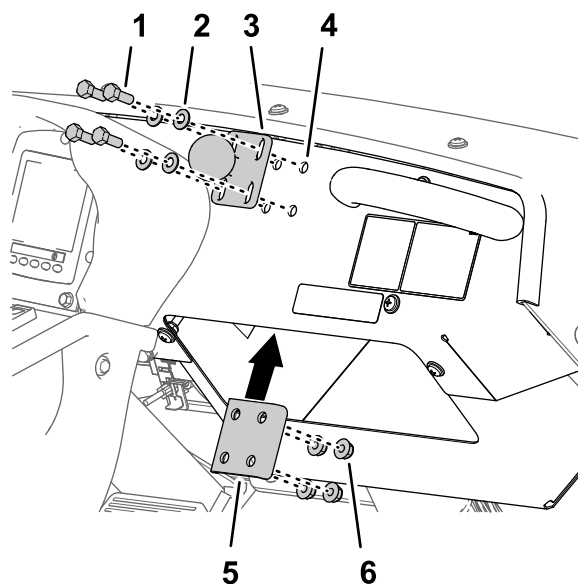

図 130
1. 図 130 のように、ダッシュボードにボールピボット用マウントを取り付けるフランジヘッドボルト